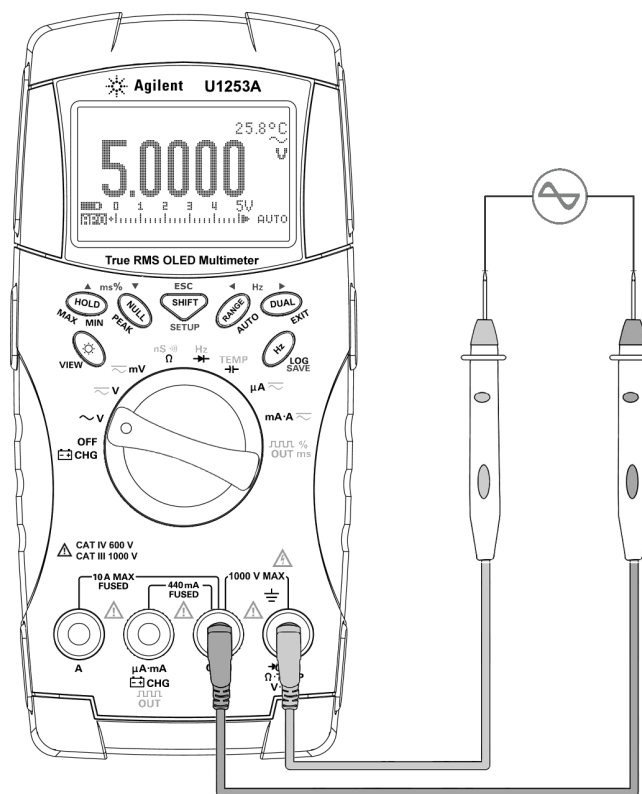

Figura 2-1 Medida de tensão AC
- 3 Conecte os fios de teste vermelho e preto aos terminais de entrada **V.mV (vermelho)** e **COM (preto)** respectivamente (consulte a Figura 2-1 na página 31).